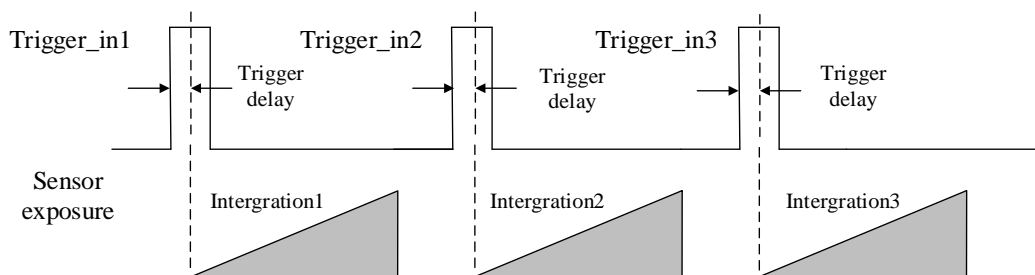

图3-26 信号延迟原理
3. 根据实际需求设置触发延迟时间, 单位为 μs , 默认为 0, 即接收输入信号后立即触发设备采图。关于触发延迟的原理, 如图 3-26 所示。